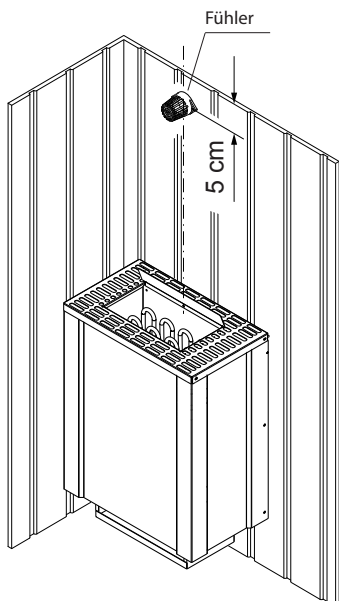

**Abb. 6**
6. Das Saunaheizgerät mit 2 Schrauben durch die am hinteren Ofenrand befindliche Bohrung an der Wand (Abb. 5) oder seitlich, wie in Abb. 6 gezeigt sichern.
7. Das beiliegende Strahlblech, wie in Abb. 6 gezeigt mit 3 Schrauben 4,2 x 9,5 und die beiden Sicherungsschrauben festschrauben.